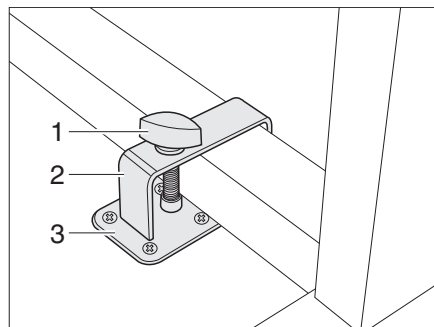
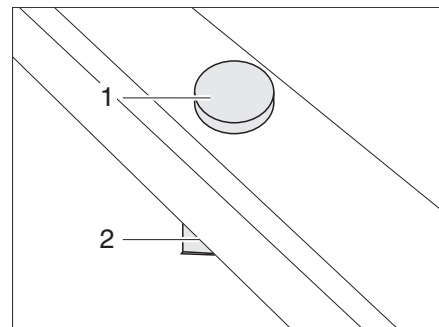

Fig. 53 Dispositif de blocage table pivotante à montage métallique
Fig. 54 Dispositif de blocage table pivotante à montage en plastique
- Placer la table pivotante près du support (Fig. 53,3) ou sur celui-ci (Fig. 54,2).
- Placer l'étrier (Fig. 53,2) avec la vis de fixation (Fig. 53,1) par-dessus le pied de table.
- Pousser l'étrier et, le cas échéant, la table pivotante de telle sorte que la vis de fixation (Fig. 53,1 ou Fig. 54,1) puisse être vissée dans le support (Fig. 53,3 ou Fig. 54,2).